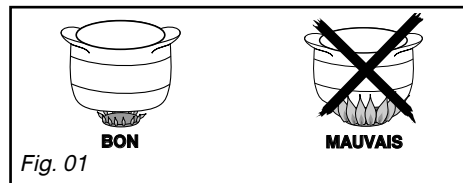

Fig. 01
- Réglez la couronne de flammes de façon que celles-ci ne débordent pas du pourtour du récipient (Fig. 01).
Positionnez la manette sur le repère qui convient à la cuisson souhaitée (Fig. 01) (voir tableau des cuissons en fin de notice). Le voyant de mise sous tension du foyer s'allume.